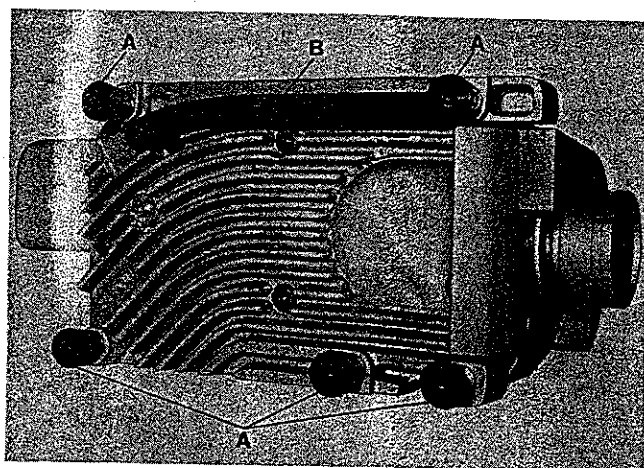

Fig.1
1. After unpacking of sewing machine with accessories and sewing table, insert the five rubber isolators (A, Fig. 1) in the provided holes in the table board and insert the rubber profile (B), as shown, in the base plate of the sewing machine.
1. Nach dem Auspacken von Nähmaschine mit Zubehör und Nähtisch setzen Sie die fünf Gummiisolatoren (A, Fig. 1) in die dafür vorgesehenen Bohrungen in der Nähtischplatte ein und legen den Profilgummi (B), wie gezeigt, in die Grundplatte der Nähmaschine.